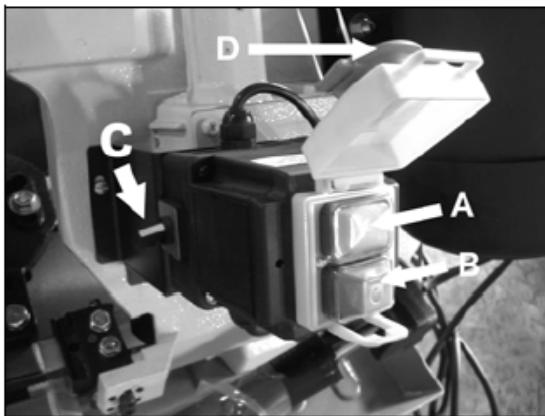

Рис. 6
Станок включается посредством нажатия зеленого выключателя (A, Рис. 6). С помощью красного выключателя (B) производится остановка станка.